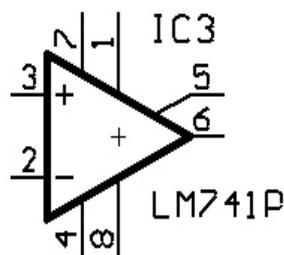

Abbildung 55 Operationsverstärker LM 741
Das Schaltzeichen in Abbildung 55 zeigt den Operationsverstärker (OP) LM741 (μ A741 ist der selbe, allerdings von einer anderen Firma). Es gibt eine Vielzahl von OP's, welche unterschiedliche Eigenschaften haben. Der OP LM741 ist zu einem Standard Niederfrequenz OP geworden und findet häufig Anwendung.